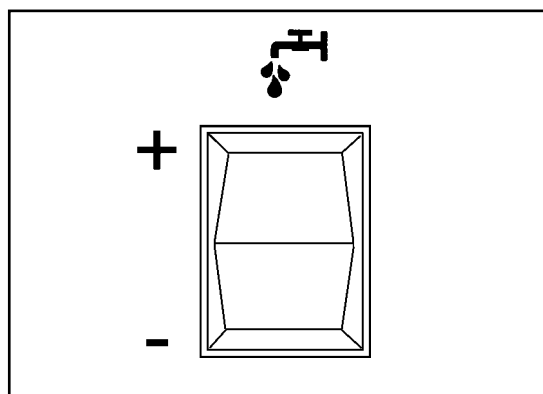
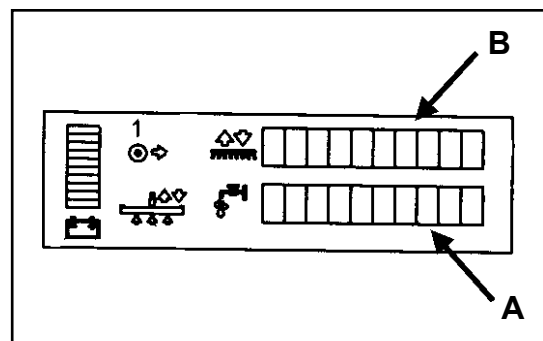
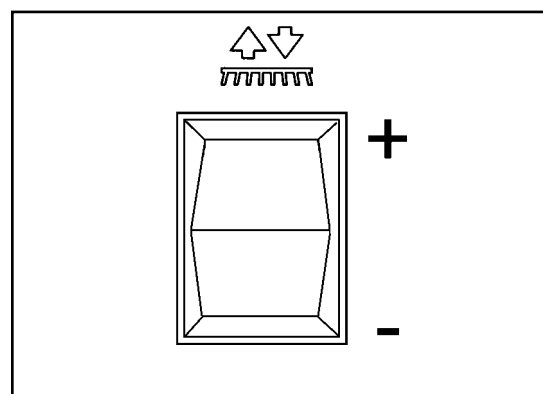

Figure 25
Figure 26
Figure 27
La solution est utilisée pour désincruster et pour retirer la saleté du sol. La quantité de solution appliquée peut être réglée sur cinq niveaux différents afin de s'adapter à tous les sols, quel que soit leur état. Ces différents niveaux sont indiqués sur l'afficheur LCD situé à l'avant de la machine. Pour régler la quantité de solution appliquée, utilisez le commutateur de réglage du débit (figure 25). **REMARQUE : Cinq réglages différents sont proposés par l'afficheur. Voir la figure 26, A.**
1. Appuyez sur le côté « + » du commutateur (figure 25).
1. Appuyez sur le côté « - » du commutateur (figure 25).
Les brosses sont utilisées pour assurer l'agitation de la solution, ce qui améliore le processus de nettoyage. L'importance de la pression appliquée peut être réglée sur cinq niveaux différents afin de s'adapter à tous les sols, quel que soit leur état. Ces différents niveaux sont indiqués sur l'afficheur LCD situé à l'avant de la machine (figure 26,B). Pour régler la pression d'applique sur les brosses, utilisez le commutateur des brosses (figure 27).
1. Pressez le côté « + » du l'interrupteur (figure 27).
1. Pressez le côté « - » du l'interrupteur (figure 27).